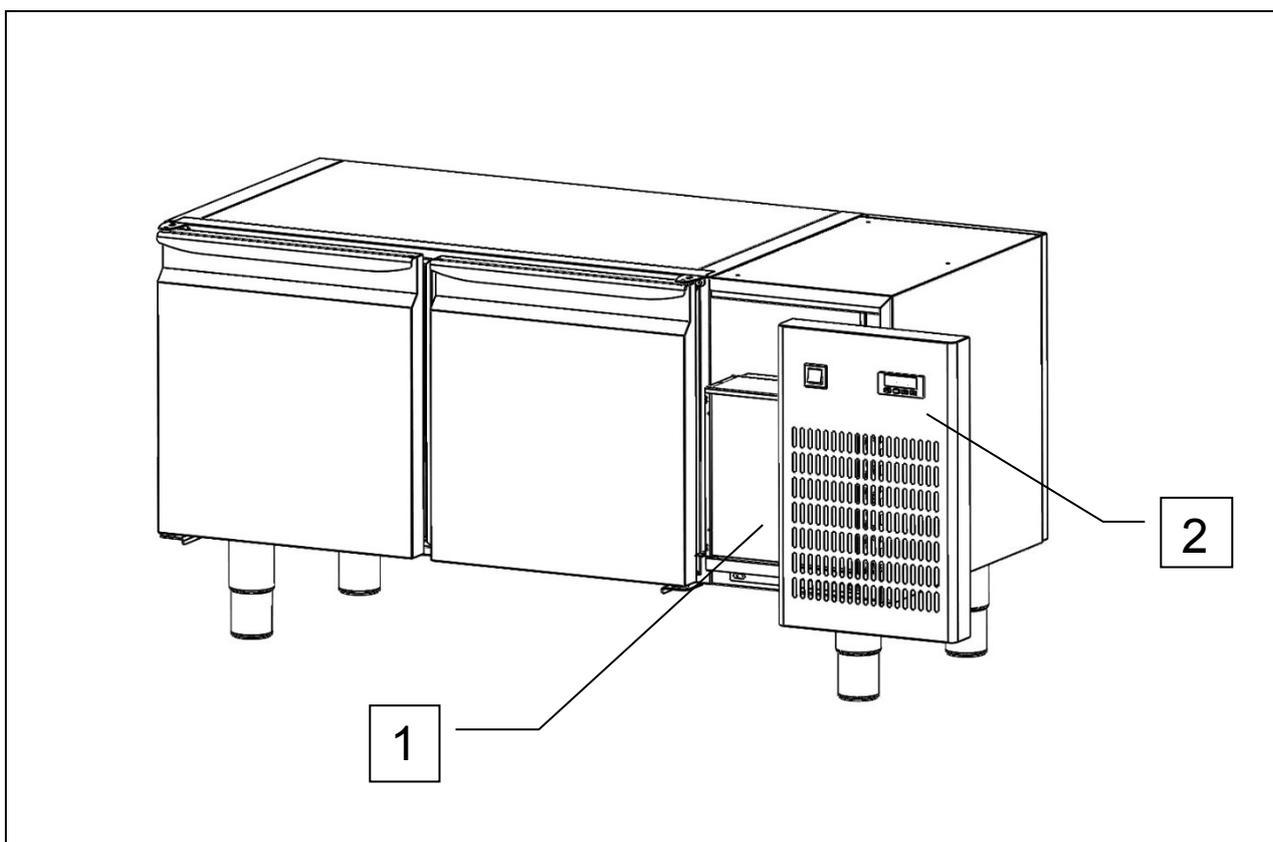

Fig. 3
- impianto frigorifero (rif. 1, fig. 3);
- pannello di controllo (rif. 2, fig. 3)